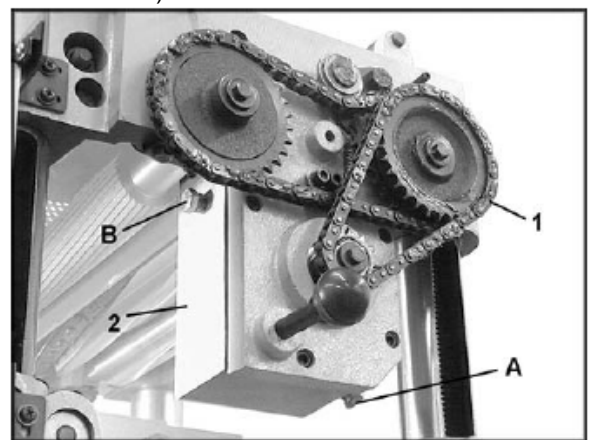

Рис. 34
1. Открутить сливную пробку (А, см. Рис. 34) с помощью гаечного ключа на 14 мм и снять крышку заливной горловины (В, см. Рис. 34). Слить отработанное масло.
2. Затянуть сливную пробку (А, см. Рис. 34).
3. Залить через отверстие новое масло (В, см. Рис. 34).
4. Затянуть крышку заливной горловины (В, см. Рис. 34).